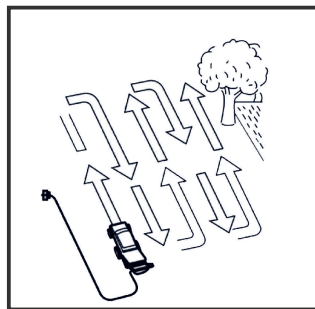

Рис.22
4. Чтобы предотвратить перекручивания шнура питания и риска перерезать его следуйте указаниям стрелки. Рис. 22.